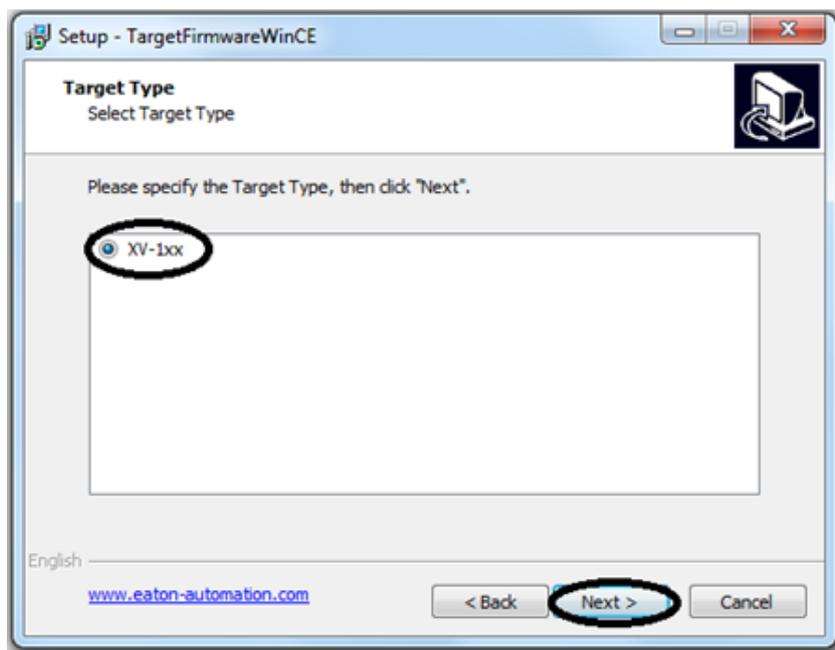

Рис. 117. Автоматическое определение типа НМІ панели
12. Если IP-адрес был указан верно и в панели оператора запущен FTP-сервер, то инсталлятор автоматически определит тип панели (рис. 117). Далее нажмите кнопку Next.